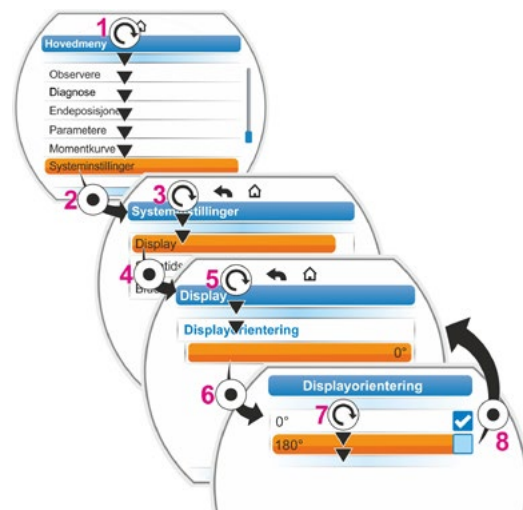

Fig. 2: Endre displayorientering
1. Velg „Systeminnstillinger” i hovedmenyen (fig. 2, pos. 1) og bekreft (fig. 2, pos. 2). Menyen „Systeminnstillinger” vises.
2. Sett valgmarkeringen på „Display” (3) og bekreft (4). Menyen „Display” vises med det aktuelt innstilte gradtallet for dreining av displayet.
3. Sett valgmarkeringen på gradtallet (5) og bekreft (6). Displayet veksler til „Displayorientering”. Den aktuelle innstillingen viser haken .
4. Sett valgmarkeringen på ønsket innstilling (7) og bekreft (8). Visningen i displayet tilpasses.